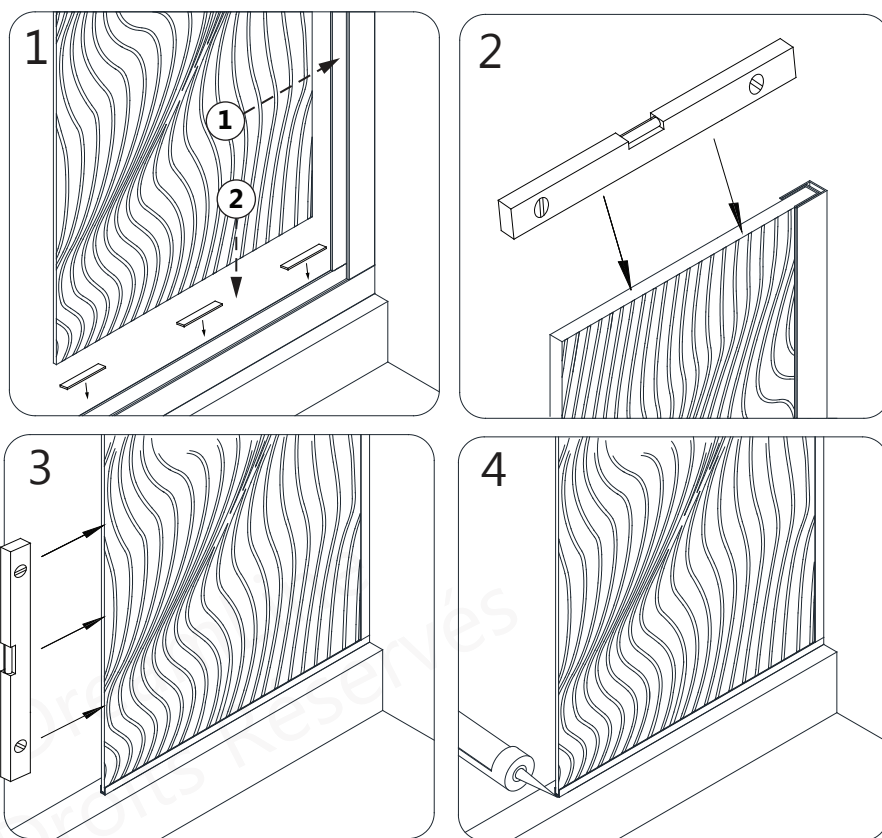

Fig 4
4. Installez d'abord le **Panneau Vitré Fixe (N° 11)** dans le **Profilé en U Vertical (N° 09) (71 po - 1803mm)** puis glissez-le de haut en bas dans le **Profilé en U du Bas (N° 29) (34 po - 844mm)**. Appliquez une noisette de silicone sur l'extrémité exposée du **Profilé en U du Bas (N° 29) (34 po - 864mm)**. (Fig 4)